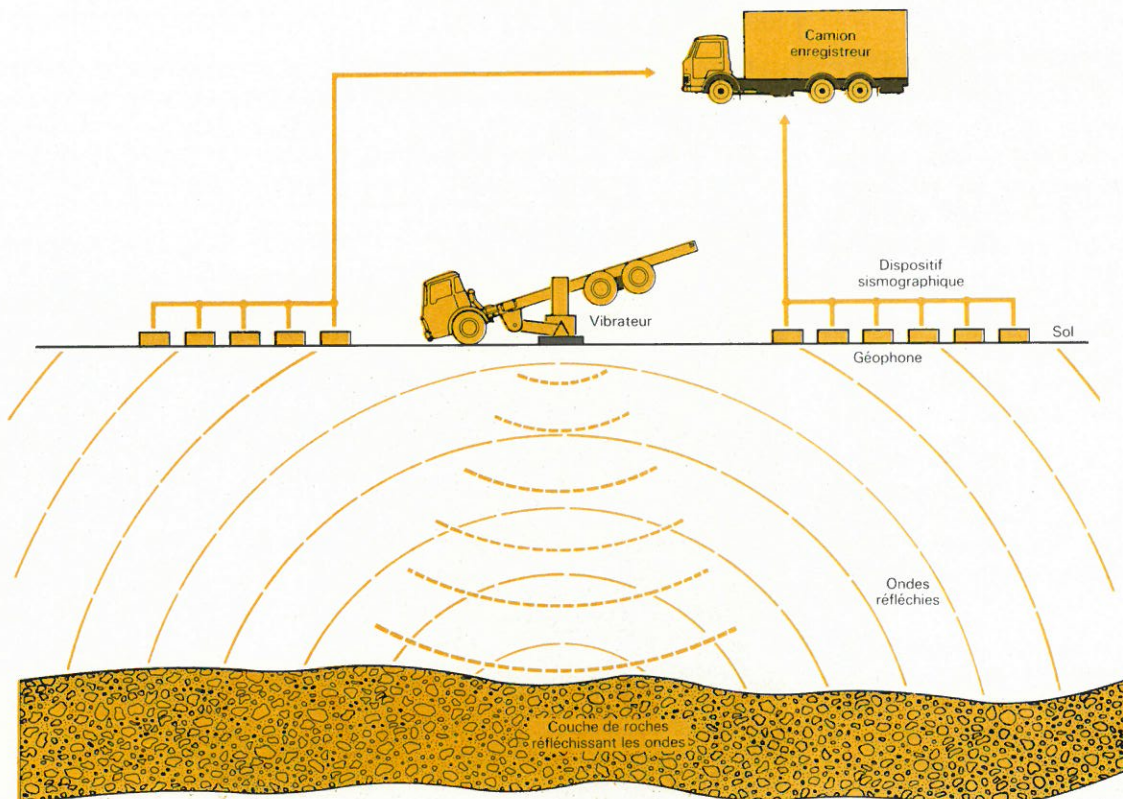

Fig. 15. — Principe de la vibrosismique.
- A la surface du sol (fig. 15) se trouve un dispositif sismographique composé de groupes de géophones reliés à des amplificateurs, puis à un camion enregistreur. Par ailleurs, un vibreur mécanique (qui remplace de plus en plus la technique des charges d'explosifs placées au fond de petits puits) provoque les secousses sismiques dont la mise en route est soigneusement enregistrée.